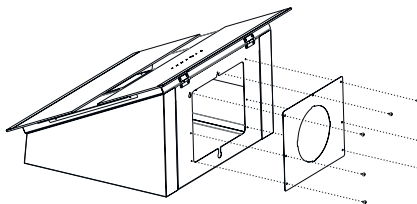

Fig. 11
2. ► Montera adapterplattan till fläkten med 6 x 3,5x6,5 skruvar (Fig. 11).